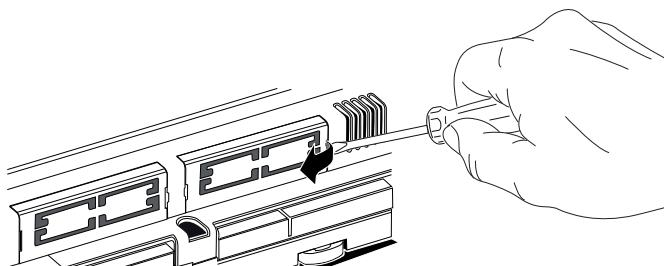

Fig 2
1. Con un cacciavite, togliere lo sportellino "serial card" o field card, a seconda del modello, del pCO (vedi Fig. 2);
1. Use a screwdriver to remove the "serial card" or field card cover, depending on the model of pCO (see Fig. 2);